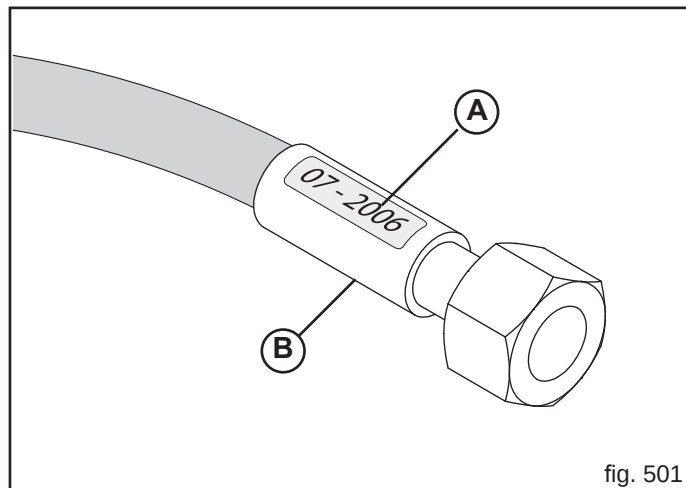

fig. 501
- La durée de vie des tuyaux oléodynamiques ne peut dépasser 5 ans, même s'ils ne sont pas utilisés (usure naturelle). La figure 501 (A) donne un exemple de l'année de production des tuyaux oléodynamiques.
- pertes autour de l'armature du tuyau (B, Fig. 501).
- corrosion de l'armature (B, Fig. 501);
- échéance de 5 ans à compter de la production (A, Fig. 501).